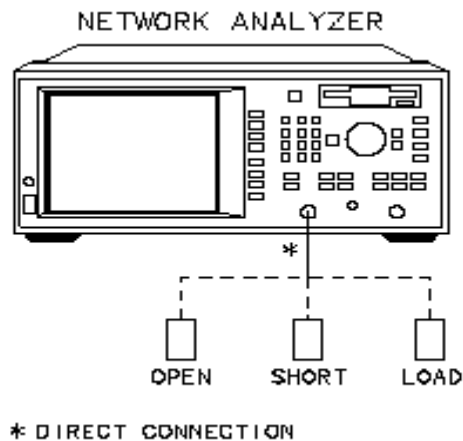

Figura 2-66. Calibración del Analizador.
2. Siga las sugerencias de la pantalla del Analizador de Red conectando respectivamente abierto, corto, y carga al RF Out del Analizador de Red (o PORT1) puerto de prueba. (Vea Figura 2-66). Presionando cada vez **Measure Estándar**.